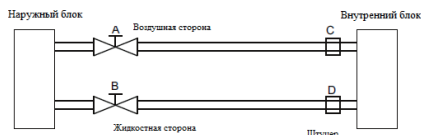

Рис.20
■ Если соединительный трубопровод не более 5 метров, используйте хладагент для нагнетания воздуха в наружном блоке (50-100 г хладагента используется для очистки трубопровода перед подсоединением к наружному блоку, см.Рис.20).